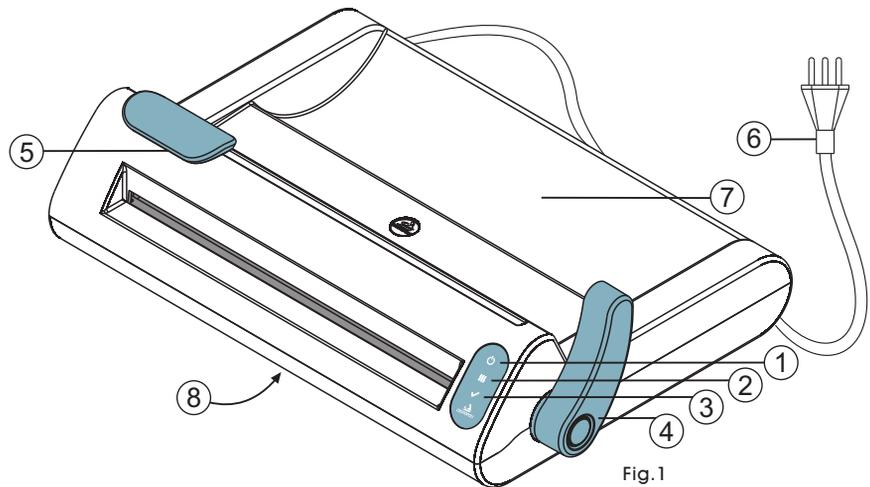

Fig.1
- 1▶ Conecte el cable de energía a la red eléctrica y presione  por tres segundos para encender el equipamiento, el LED  estará parpadeando y 3 bips sonarán, indicando que la selladora está en la etapa de calentamiento. Al atingir la temperatura de sellado (aproximadamente tres minutos con **la palanca levantada**, Fig. 1), serán emitidos 2 bips y el LED  permanecerá encendido, indicando que la selladora está lista para ser utilizada.
- 2▶ Inserte la punta de papel grado quirúrgico a través de la entrada de sellado, **siempre con el lado del papel para abajo y la parte plástica hacia arriba**, tire hacia el otro lado y repose el rollo en el alojamiento para rollos (Fig. 1). Tire del papel para que este sea sellado en el tamaño deseado.